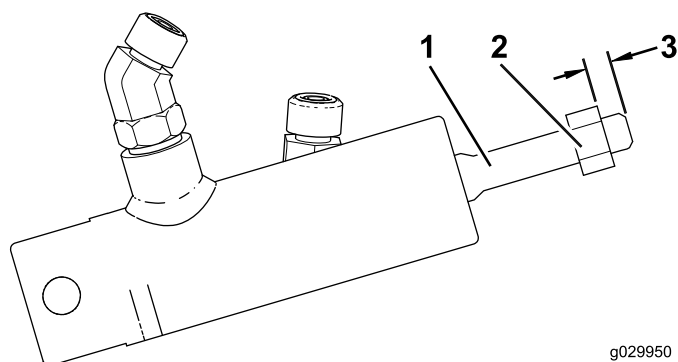

**Figure 4**
6. Tournez l'extrémité ouverte du raccord à 70 degrés, comme montré à la Figure 4.